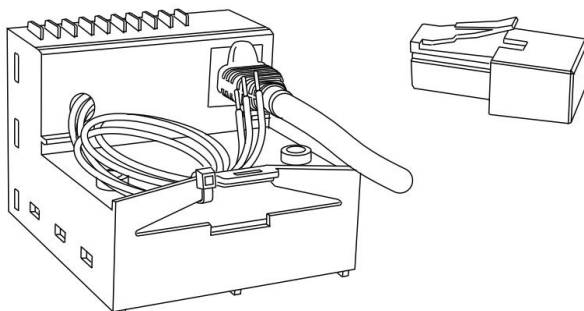

图 2-1 COM16 模块终端电阻
- 将终端电阻加到 COM16 模块上, 如图 2-1, 或最后一个 CubicleBus 模板。